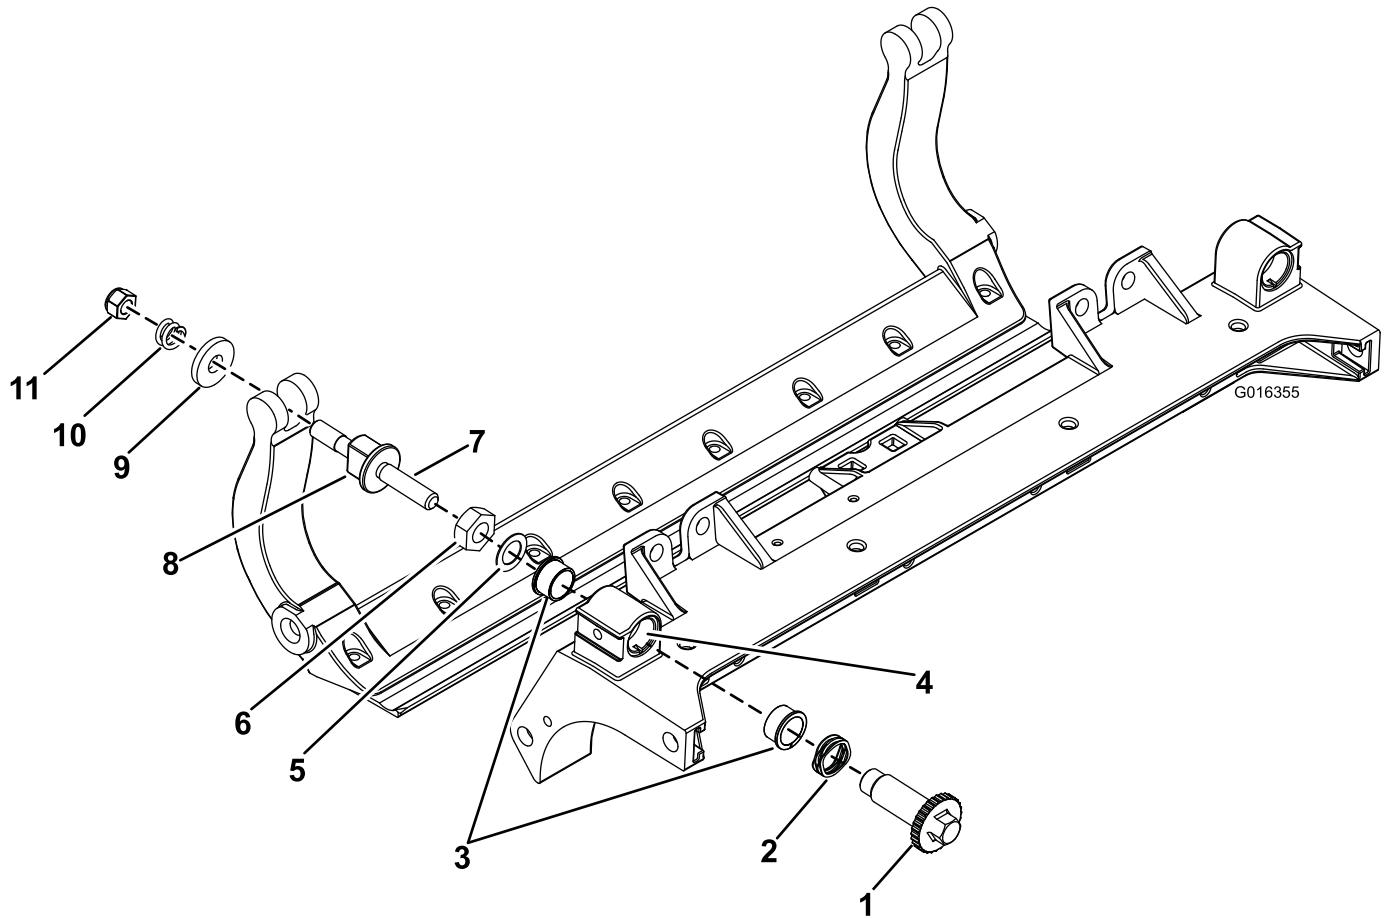

Рисунок 35
- На нейлоновые шайбы установите стальные шайбы (Рисунок 35).
- Снимите все детали; см. Инструкцию по установке для HD комплекта DPA, модель 120-7230, и Рисунок 35.
- Нанесите противозадирный состав на внутреннюю поверхность втулки на центральной раме режущего блока (Рисунок 35).
- Совместите выступы фланцевых втулок с прорезями в раме и установите втулки (Рисунок 35).
- Установите волнистую шайбу на вал регулятора и вставьте вал регулятора во фланцевые втулки, установленные в раме режущего блока (Рисунок 35).
- Закрепите вал регулятора с помощью плоской шайбы и контргайки (Рисунок 35). Затяните контргайку с моментом от 20 до 27 Н·м.